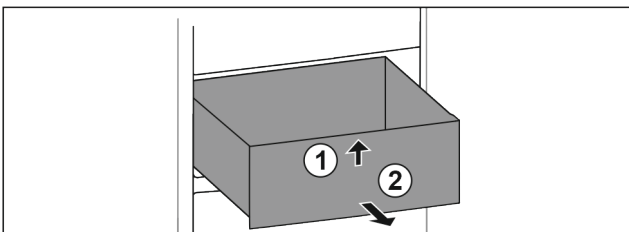

Fig. 18
- ▶ Підняти висувний ящик спереду. Fig. 18 (1)
- ▶ Вийняти висувний ящик рухом вперед. Fig. 18 (2)